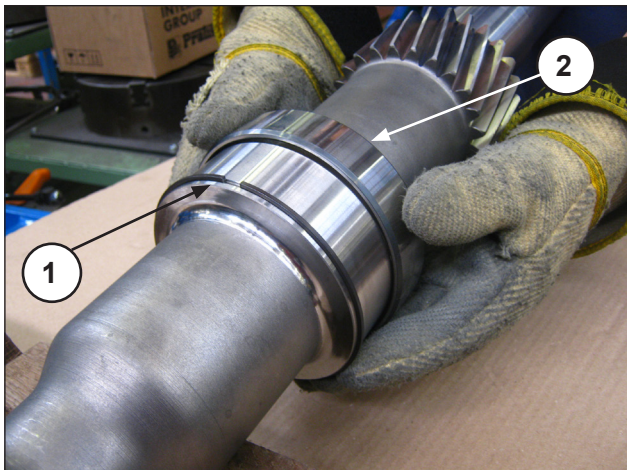

Fig. 78
Montar en los ejes PTO $r=3,46$ y $r=4,23$, el anillo de tope y el anillo interior, precalentándolo, del cojinete de rodillos (pos. ①, pos. ② Fig. 78).